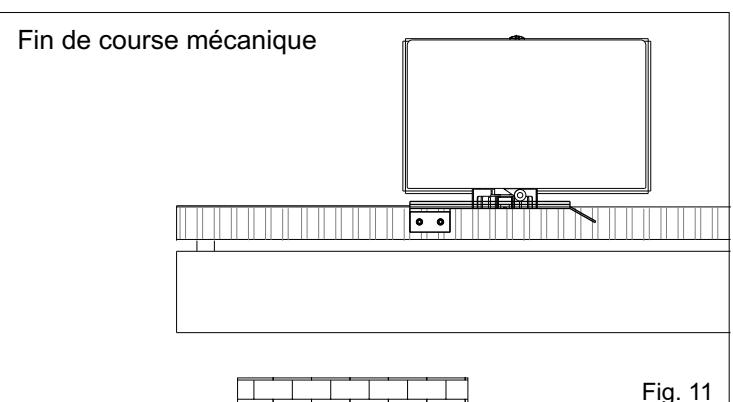

Fig. 11
- Positionner la plaque sur la crémaillière de façon d'actionner le levier du fin de course mécanique (Fig. 11) et la fixer avec les vis fournies.